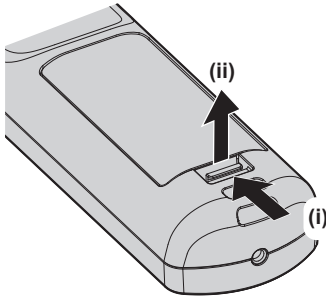

Fig. 1
- 1) **Aprire il coperchio. (Fig. 1)**